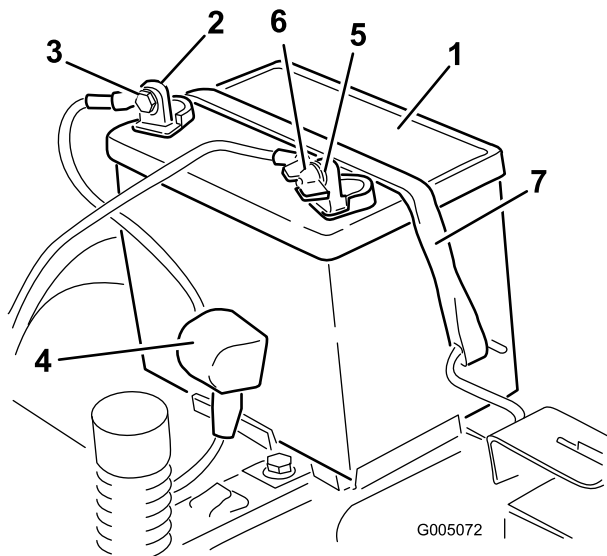

Figura 36
- Desconecte el cable negativo de tierra (negro) del borne de la batería (Figura 36). Guarde todos los herrajes.
- Deslice hacia arriba la cubierta de goma del cable positivo (rojo). Desconecte el cable positivo (rojo) del borne de la batería (Figura 36). Guarde todos los herrajes.
- Retire la correa de sujeción de la batería (Figura 36) y levante la batería para retirarla de su bandeja.
- Coloque la batería en la bandeja, con los bornes hacia el puesto del operador (Figura 36).
- Fije la batería con la correa de sujeción (Figura 36).